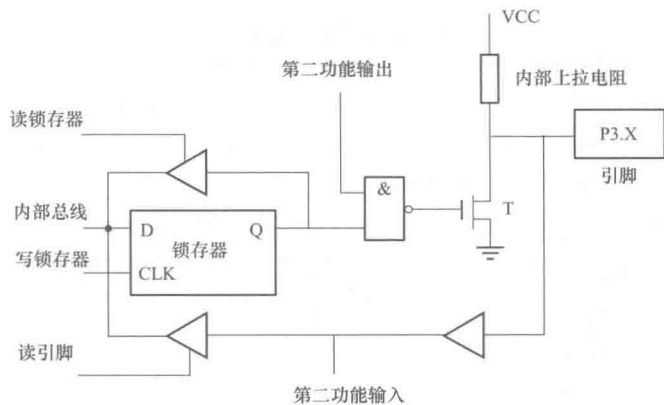

图 1-8 P3 口
4) P3 口（见图 1-8）。P3 口为双功能复用口，既可以作 I/O 口，还可以作第二功能用。当作为 I/O 使用时，第二功能信号引线应保持高电平，与非门开通，以维持从锁存器到输出端数据输出通路的畅通。